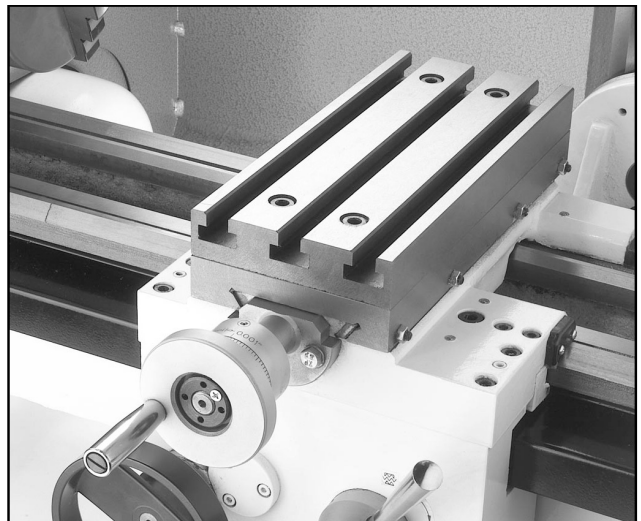

Fig. 14 Fräsbord monterat på tvärslid.
- Montera fräsbordet på tvärsliden. Använd en 6 mm insexnyckel för montering av bordets insexskruvar. **Fig 14** visar när fräsbordet är monterat på tvärsliden.